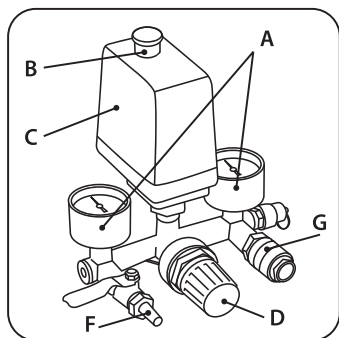

рис. 11
Компрессор работает полностью автоматически при помощи реле давления (С) (рис. 11), останавливающего двигатель по достижении максимального давления и запускающего компрессор при падении давления до минимального установленного уровня (на 2 бара меньше максимального рабочего давления).
Регулировка и контроль выходного давления сжатого воздуха возможна с помощью выходного редуктора и манометра расхода выходного воздуха. Для выполнения этой операции нужно повернуть вентиль редуктора (D) (рис. 11) по часовой стрелке для увеличения давления, против часовой стрелки — для уменьшения давления. По окончании работы, рекомендуется перевести значение выходного давления на ноль по манометру (A) (рис. 11). Данная операция необходима, чтобы предотвратить увеличение погрешности манометра и быстрый износ редуктора.
Подключение пневматического инструмента к компрессору осуществляется с помощью выходного быстросъемного штуцера (G) или штуцера «елка» (F) (рис. 11).